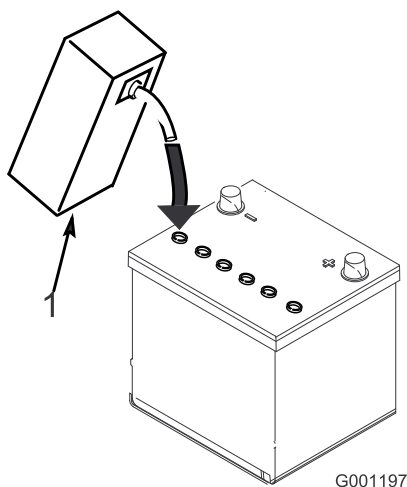

図 5
5. 各セルに慎重に電解液を満たす。電極板が6 mm程度水没するぐらいが適当（図 5）。